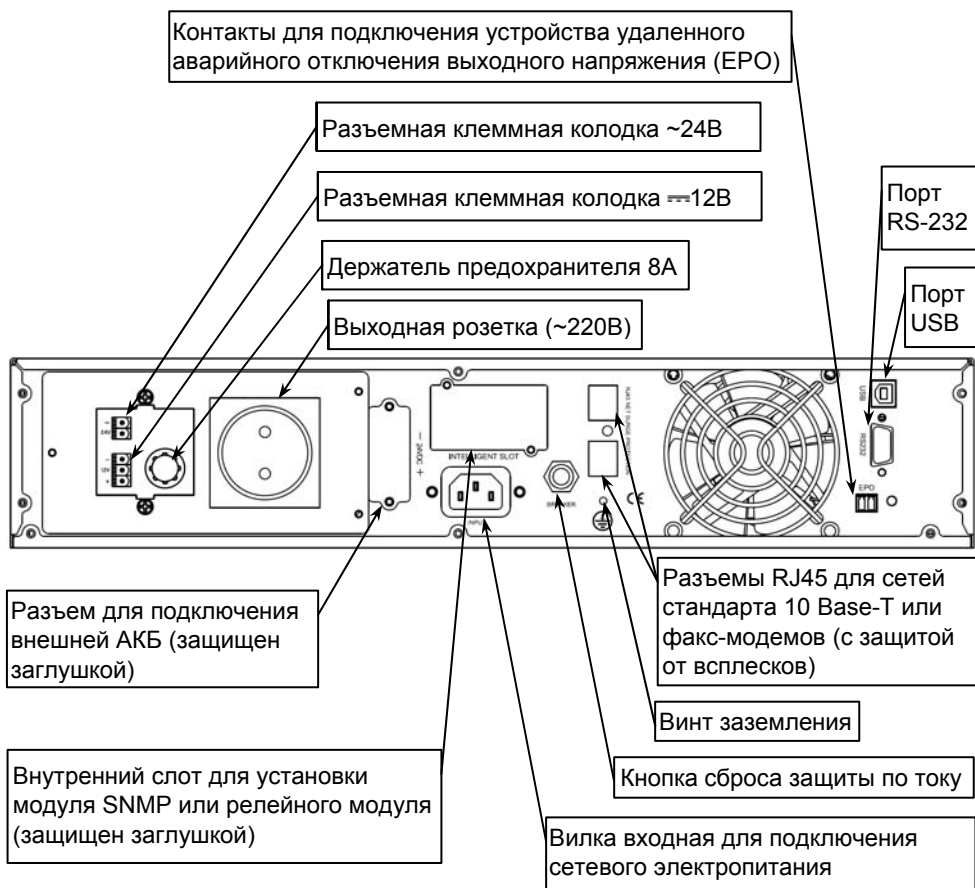

Рисунок 2 – Общий вид задней панели изделия
**На задней панели изделия** расположены: входной и выходные разъемы, разъем для подключения внешней аккумуляторной батареи, кнопка сброса срабатывания защиты по току (срабатывание защиты происходит при превышении уровня входного тока выше допустимого), вентиляторы охлаждения и разъемы коммутационных портов (см. рисунок 2).
Разместите изделие в шкафу и закрепите его на передних стойках. Соедините винт заземления изделия (см. рисунок 2) с контуром заземления телекоммуникационного шкафа перемычкой заземления (в комплект поставки не входит).